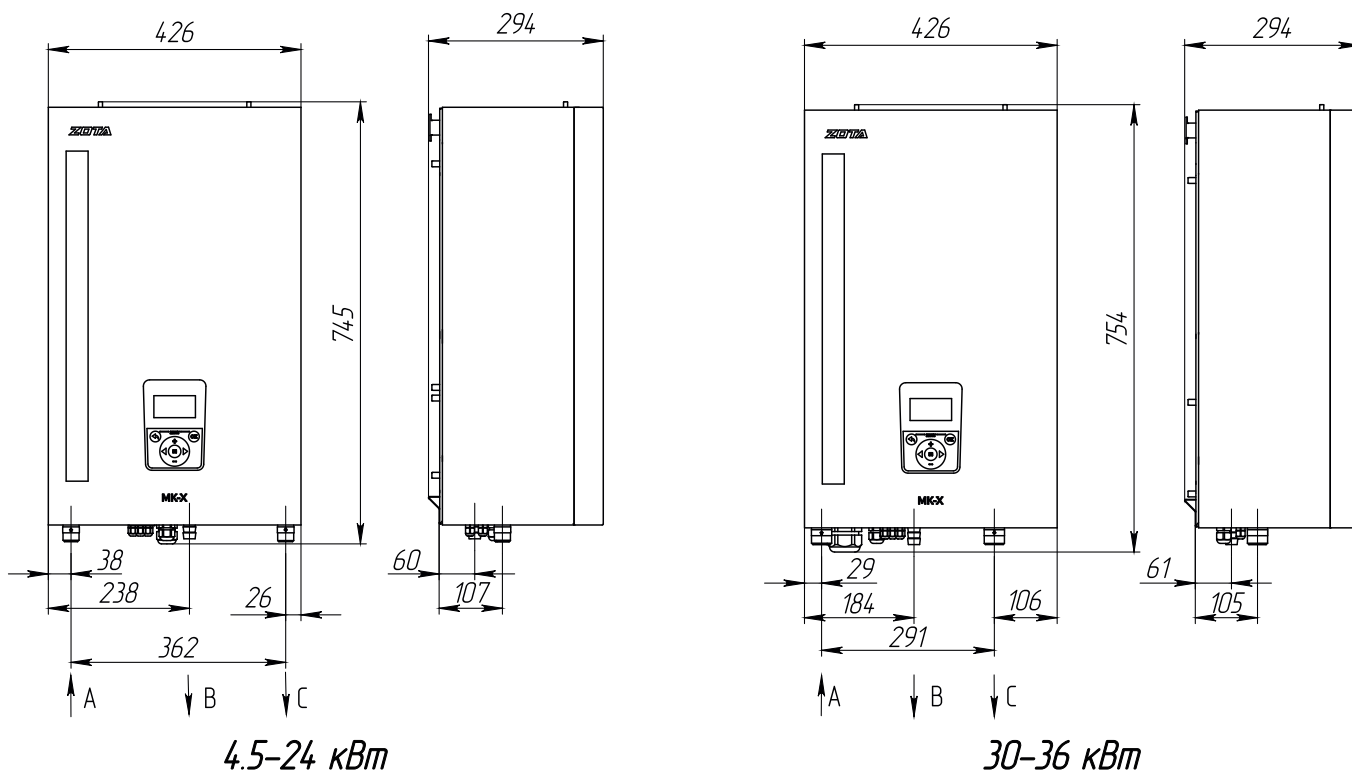

Рис.9 Габаритные размеры ZOTA МК-Х 4,5-36
- подсоединить котел к системе отопления. Габаритные и присоединительные размеры котлов указаны на **рис.9**;